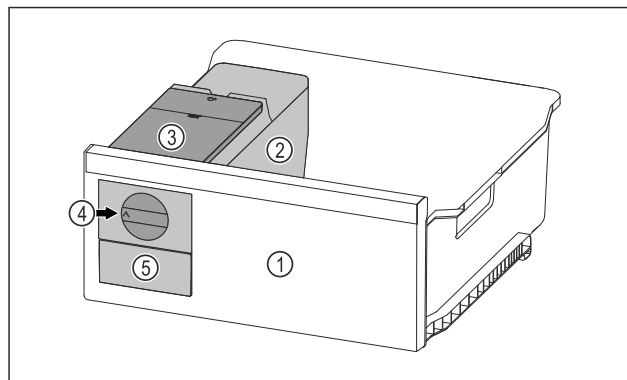

Fig. 69 Príklad zobrazenia
- Otočný gombík Fig. 69 (4) otočte v smere hodinových ručičiek až na doraz.
- Kocky ľadu vypadávajú z misky na kocky ľadu do zásuvky na kocky ľadu Fig. 69 (5).